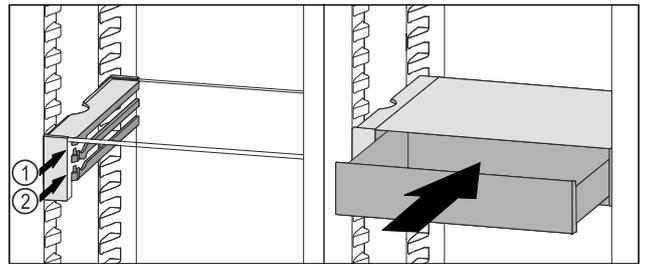

Fig. 99
- ▶ Встановити висувний ящик VarioSafe за стопорами на потрібне ребро Fig. 99 (1) або Fig. 99 (2).